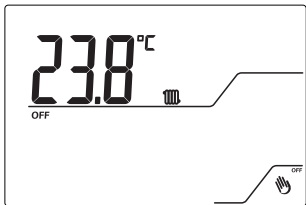
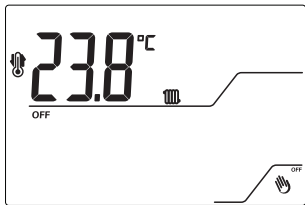

Fig.10
Fig.11
5.1 La funzione di OFF si attiva tenendo premuto il tasto  ^{OFF} per almeno 4 secondi. Può essere attivata con e senza funzione Antigelo. E' importante per evitare danni causati da temperature troppo basse. La fig.10 indica che l'impianto è in OFF con la funzione Antigelo attiva; La fig.11 indica che l'impianto è in OFF con la funzione antigelo disattivata, mostrata dal simbolo  . Per modificare vedi capitolo 10.